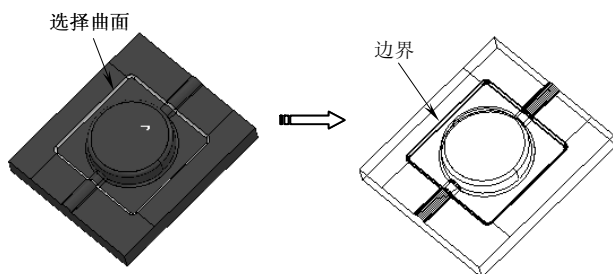

图 3-177 创建的边界
2) 选择图 3-177 所示的曲面，然后单击“插入模型”按钮，单击“用户定义边界”对话框中的“接受”按钮即可完成边界创建，如图 3-177 所示。